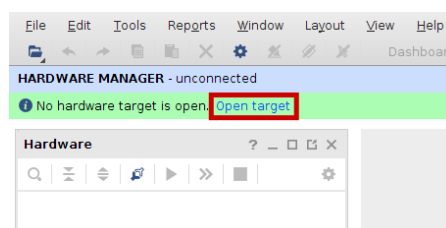

图112. 打开目标
- e. “Hardware Manager”（硬件管理器）将打开，并通知用户没有打开任何硬件目标。通过单击 “Open target”（打开目标）– “Auto connect”（自动连接）打开目标（图112）。